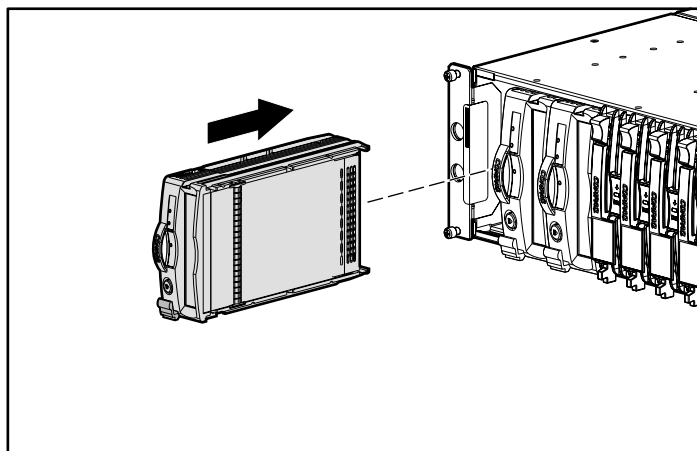

図2. ラックマウント型へのインストール
5. 新しいテープドライブを、同じスロットにインストールします。ドライブは、空きスロットにスライドさせて押し込むだけで取り付けることができます。ドライブがコネクタにしっかりと固定され、カチッという音がしてリリースラッチがはまるまで、押し込んでください。図2~4を参照してください。